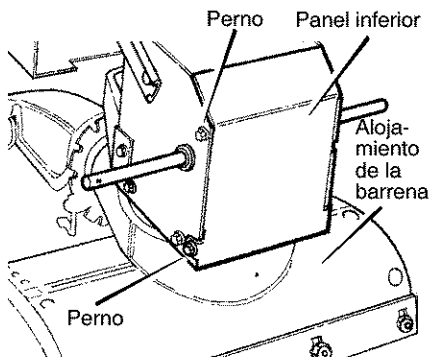

Figura 61
3. Afloje los **pernos** a cada lado del **panel inferior** (Figura 61).